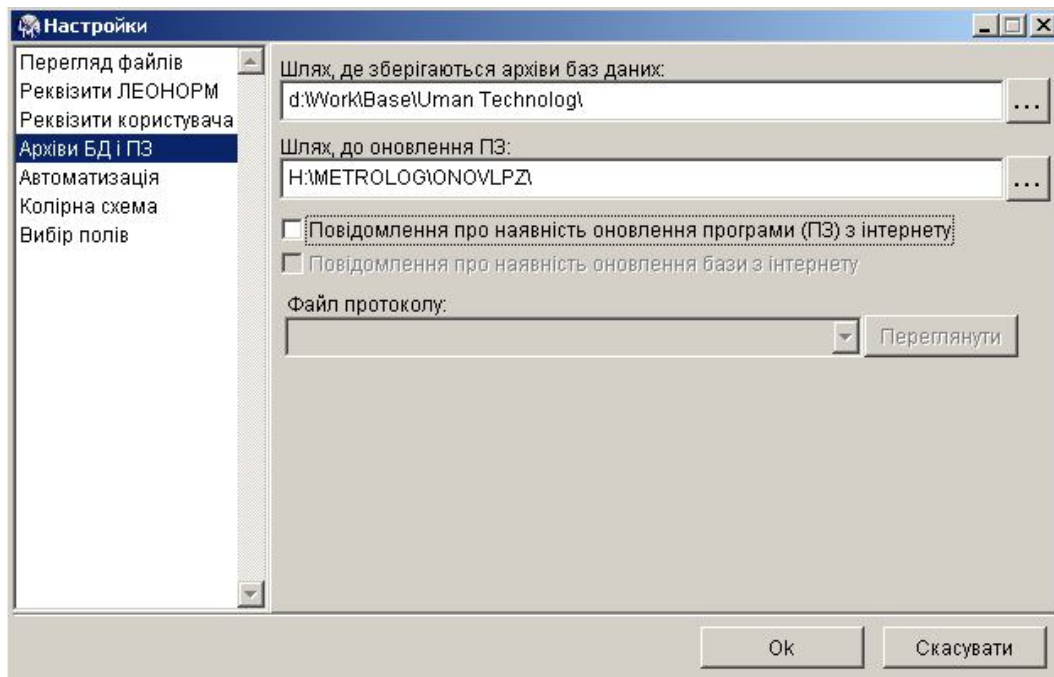

Рис. 12.2. Настройки для оновлення ПЗ з локального каталогу
- в настройках -> **Архіви БД і ПЗ** зняти відмітку "**Повідомлення про наявність оновлення програми (ПЗ)**" (Рис. 12.2. Настройки для оновлення ПЗ з локального каталогу)
- в настройках -> **Архіви БД і ПЗ** вказати "**Шлях до оновлення ПЗ**" (Рис. 12.2. Настройки для оновлення ПЗ з локального каталогу)